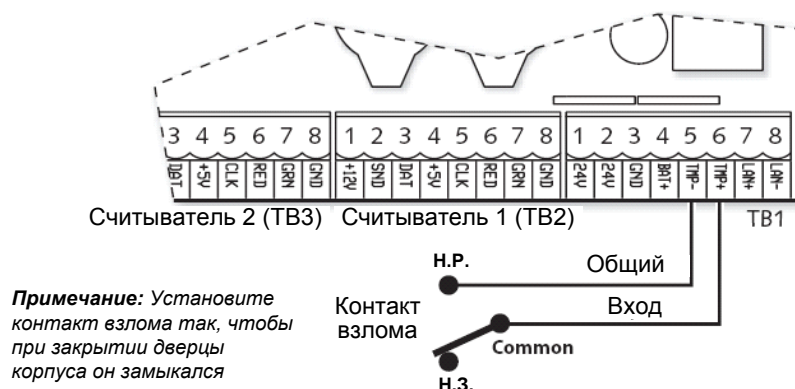

Рис. 11. Подключение контакта взлома
3. Двумя проводами 22 AWG (0.324 мм²), оконцованными клеммами 1/4", подключите два нормально разомкнутых контакта к контактам 5 (TMP-) и 6 (TMP+) разъема TB1 (см. Рис. 11).